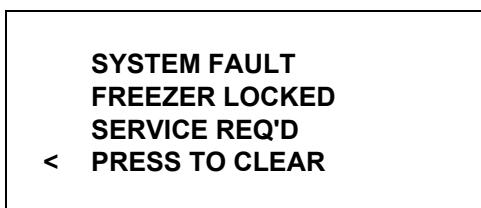

Рисунок 180
2. Произошел отказ термистора (морозильный цилиндр, бачок или гликоль) во время процесса термообработки. (См. рис. 180)